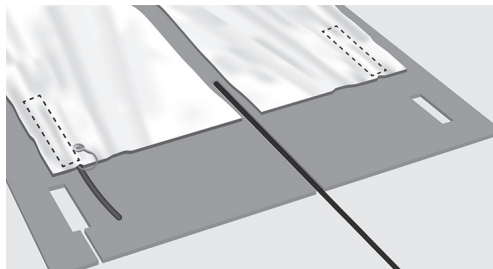

Рис. 8. Вырез в подложке
8. После завершения монтажа нагревательного мата (или матов) по вашему чертежу необходимо сделать вырезы в подложке, чтобы освободить место для соединений в нагревательном мате (рис. 8).